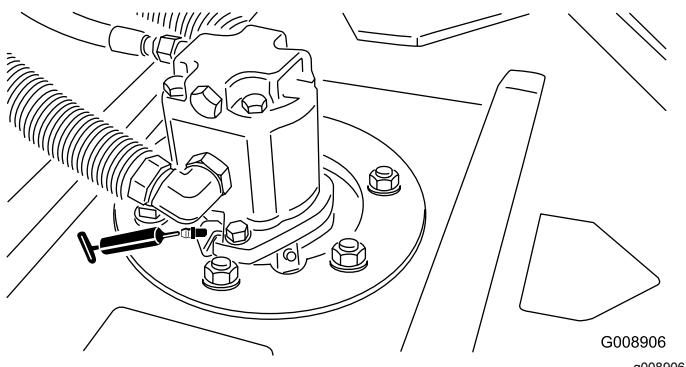

Figura 54
- Cuscinetti dell'asse del mandrino dell'apparato di taglio (2 per apparato di taglio)—Figura 54